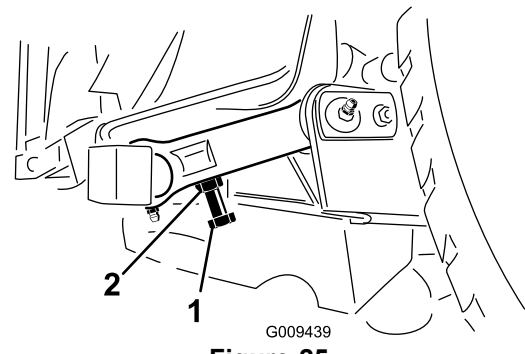

Figure 25
3. Pour ajuster la distance, localisez le boulon de réglage sur la bielle de pivot arrière du plateau de coupe (Figure 25).